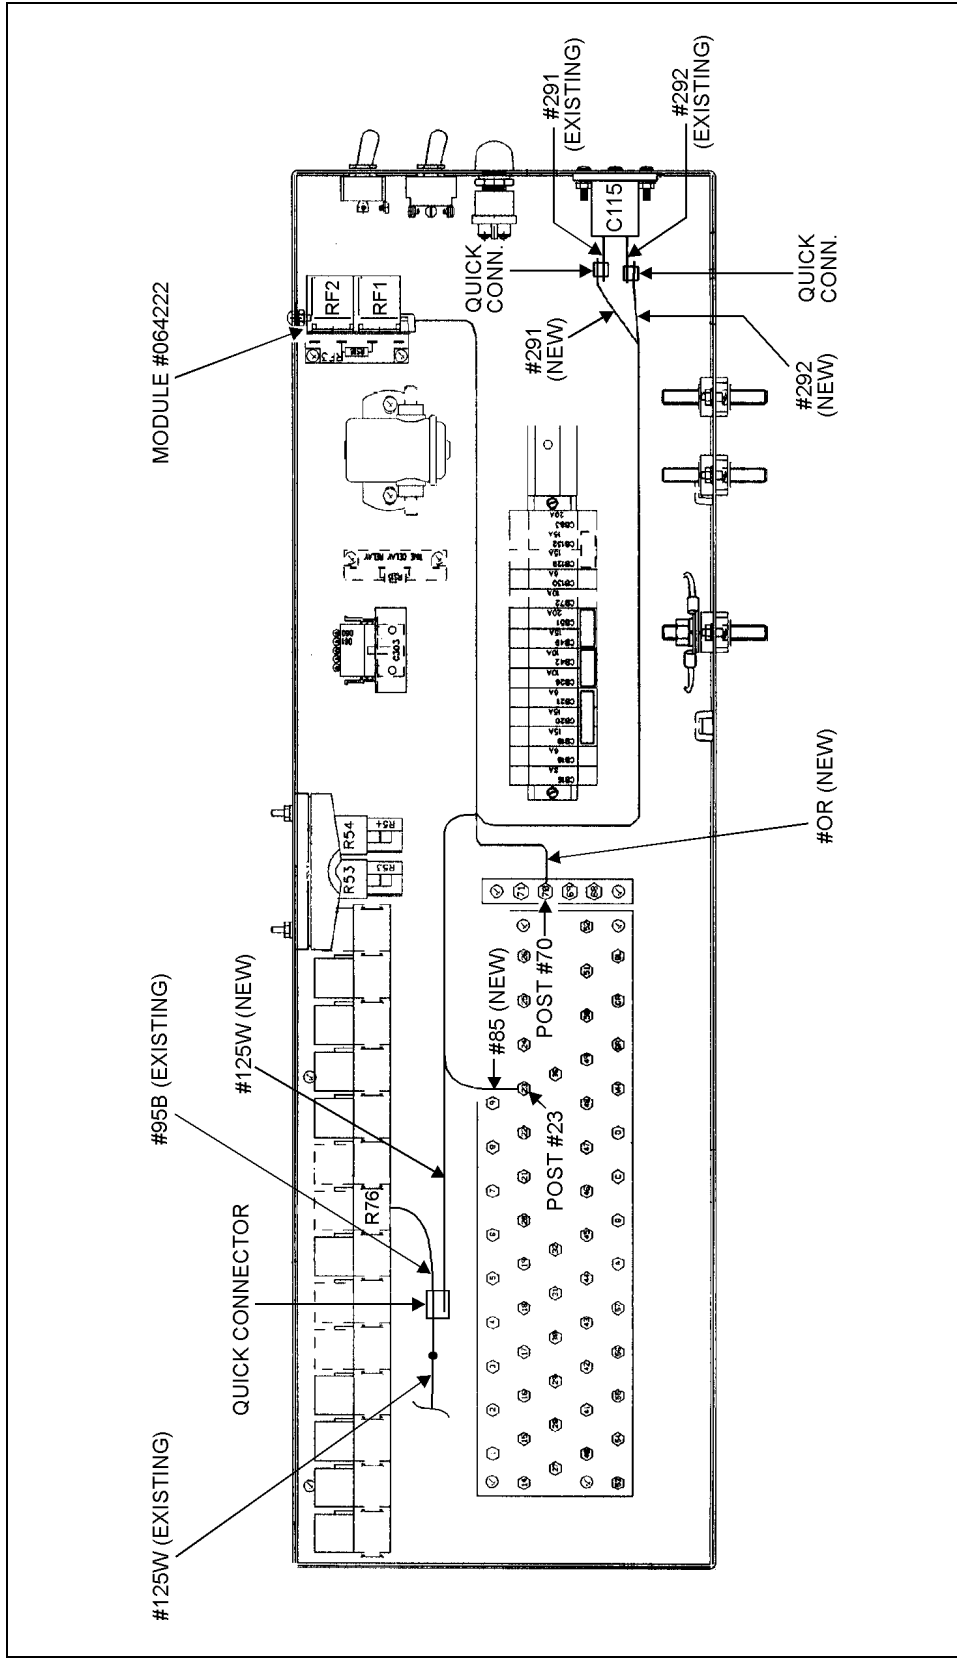

FIGURE 7
5. Identifier parmi les fils fournis avec le module de contrôle, les fils rouges #291 et #292. Acheminer ces fils jusqu'au connecteur C115 en suivant les faisceaux de fils existants (voir figure 7, page 10). Brancher le fil #291 avec le fil #291 du connecteur C115 en utilisant le connecteur instantané #560710. Répéter pour les fils #292.